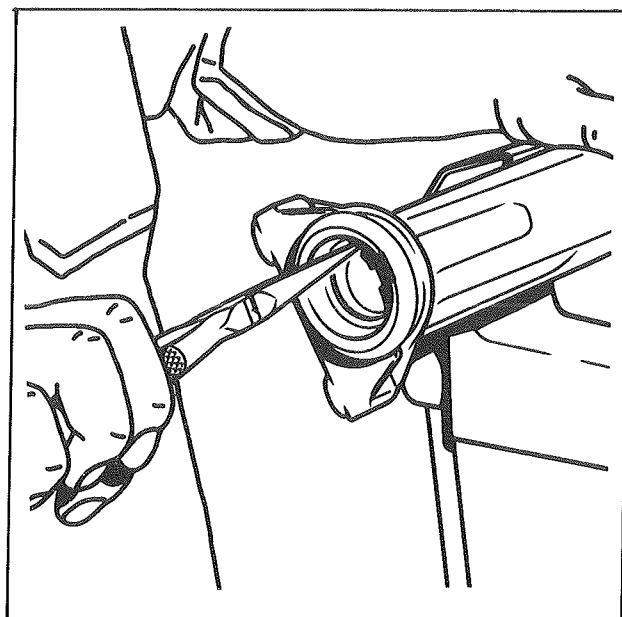

Fig. 13
- Déposer le circlip et la rondelle de maintien de la bague de guidage (fig. 13)